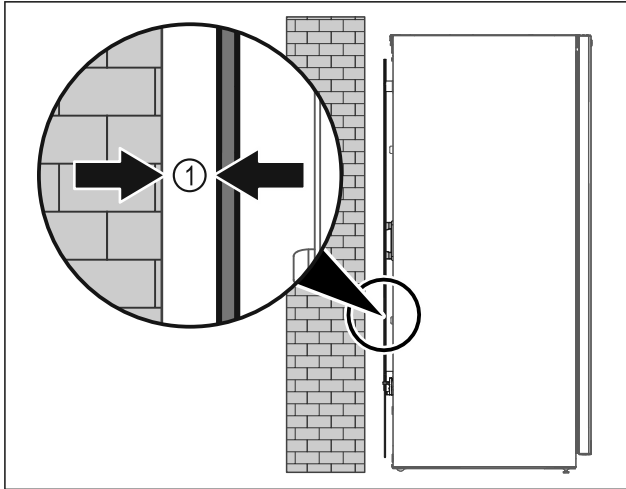

Fig. 51
- ▶ Állítsa fel a készüléket szabadon a helyiségben, vagy közvetlenül a fal mellé legalább 5 mm Fig. 51 (1) minimális távolságban.